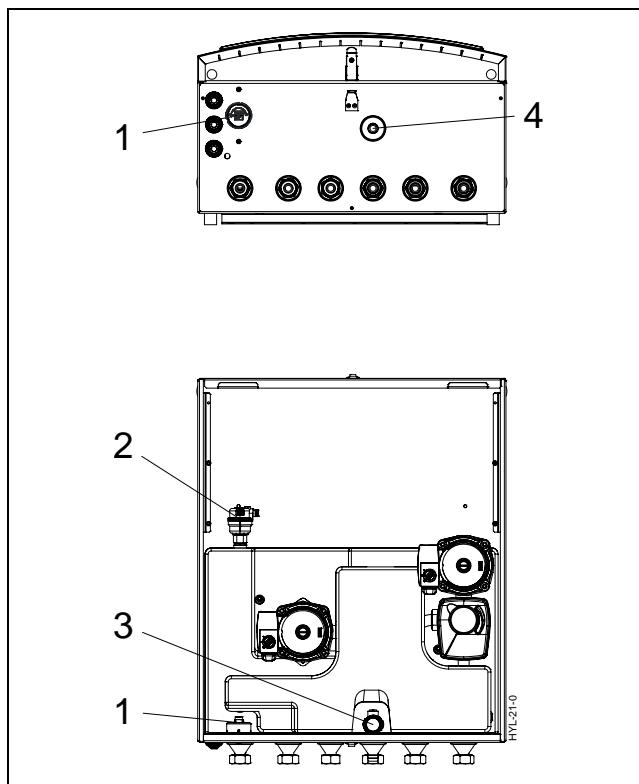

Fig. 51 Sone for tilkobling av ES-modulen
- ▶ Fortsette påfyllingen til man oppnår et normalt trykk på mellom 1,0 og 2,0 bar på trykkmåleren (merke 1, fig. 51 - side 48)